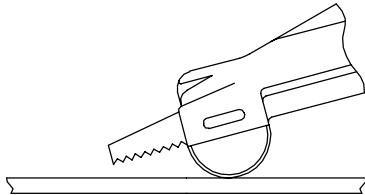

Bild 1
- Håll sågen enligt bild 1 med anslaget stadigt mot underlaget och med klingans spets ovanför materialet. Tryck på avtryckaren.